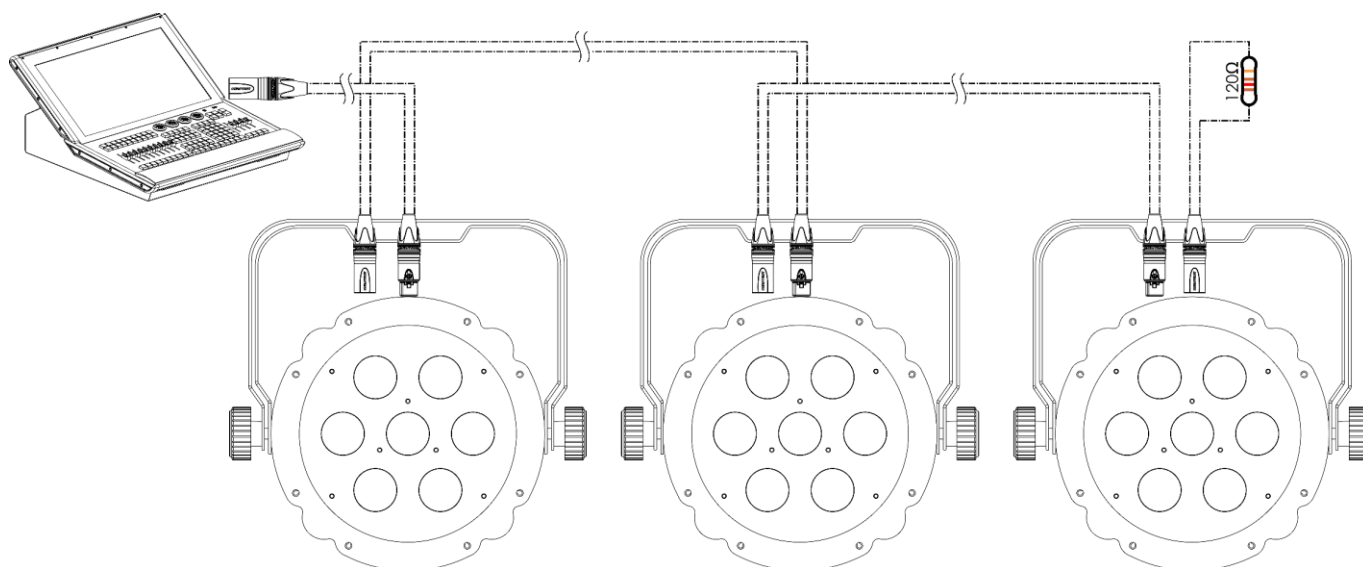

Fig. 11
- 03) Ripetere il passo 2 per collegare tutti i dispositivi in una catena a margherita, come mostrato nella Fig. 11.